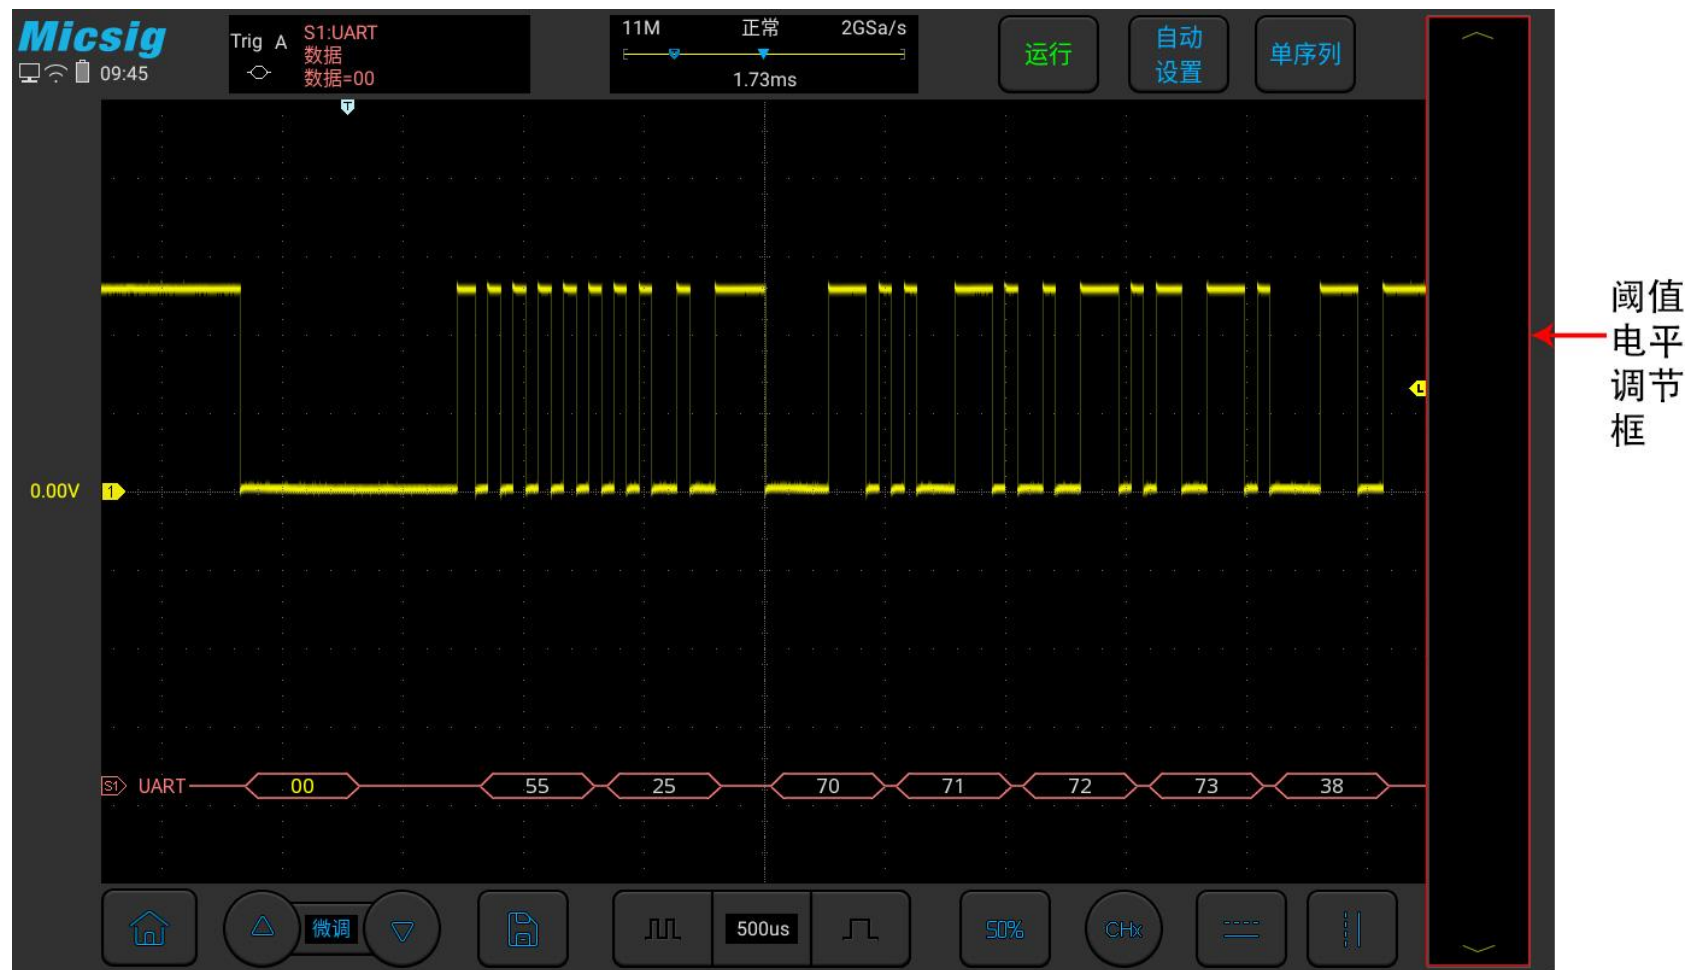

图 11-7 UART 解码阈值电平调节
- (1) 轻点 S1 打开解码通道, 向左轻扫 S1 打开总线配置菜单;
- (2) 选择总线类型为“UART”, 依次点选“Ch1”, “空闲高”, “校验无”, “8bit”, “19.2kb/s”, 显示“十六进制”, 然后关闭菜单;
- (3) 打开触发方式设置菜单, 点选“数据”, 条件设为“=”, 数据内容手动输入 98, 按“enter”确定;
- (4) 根据信号的幅值电平调节阈值电平使信号稳定触发。UART 触发图形界面见图 11-7: